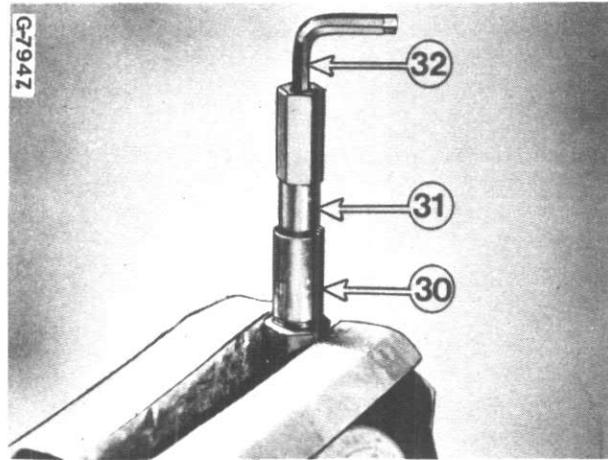

Fig. 11
- b) Manchon (31, Fig. 11) pour le réglage du clapet de sécurité principal.
3. Utilisez l'outil spécial (31, Fig. 11), pour desserrer le contre-écrou.